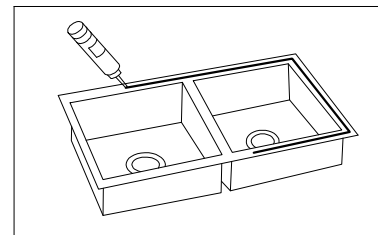

Figura 4
7. Limpie el reborde del fregadero y la parte inferior del área de apertura de la encimera y asegúrese de que esté lisa y sin grasa. **DEBE** utilizar para esta instalación silicona al 100 %. Aplique un reborde continuo de calafate de silicona de manera pareja sobre la parte superior del reborde del fregadero. (FIGURA 4) **NUNCA** lleve a cabo este procedimiento al aire libre y bajo la luz del sol. Si se lo lleva a cabo en un clima en extremo caluroso y seco, el calafateado del encofrado del fregadero deberían realizarlo dos personas al mismo tiempo.